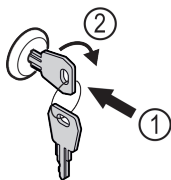

Fig. 140
- Sleutel erin duwen Fig. 140 (1).
- Sleutel 90° rechtsom draaien Fig. 140 (2).